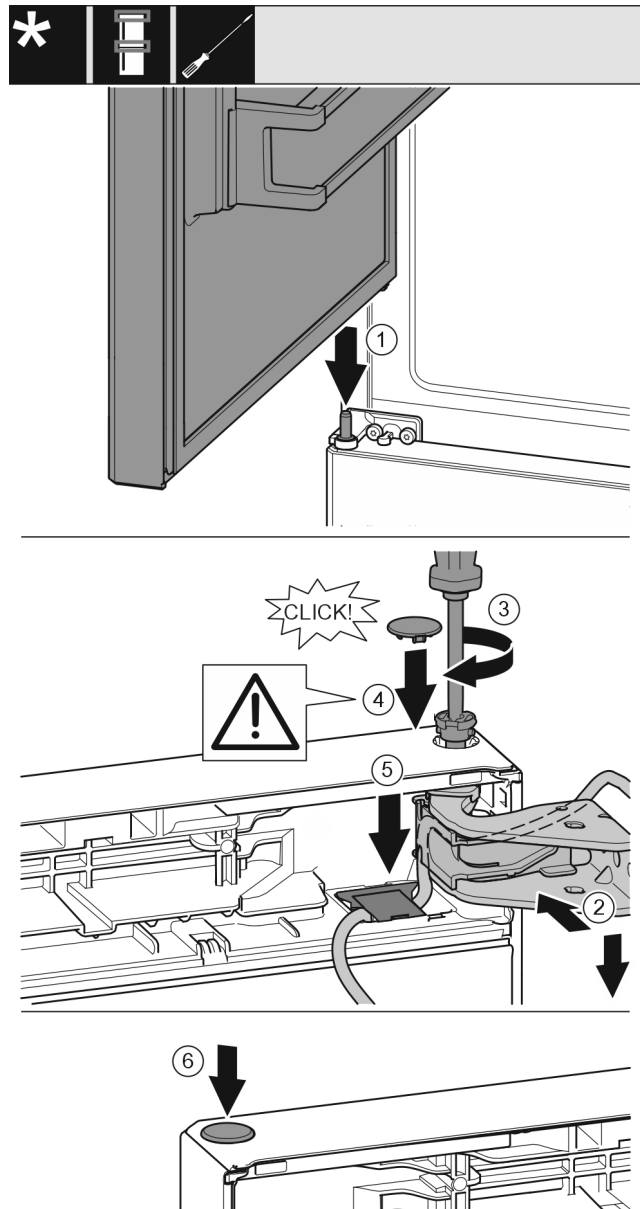

Fig. 42
- ▶ Bovenste deur op de middelste lagerbout plaatsen Fig. 42 (1)
- ▶ Deur boven uitlijnen op de opening in de lagerbus. Fig. 42 (2)
- ▶ Bouten aanbrengen en met schroevendraaier T15 vastschroeven. Fig. 42 (3)
- ▶ Veiligheidsafdekking voor de veiligheid van de deur monteren: Veiligheidsafdekking aanbrengen en controleren of deze op de deur rust. Anders bout volledig aanbrengen. Fig. 42 (4)
- ▶ Afdekking plaatsen en naar onder drukken tot deze vergrendelt. Fig. 42 (5)
- ▶ Stop aanbrengen. Fig. 42 (6)